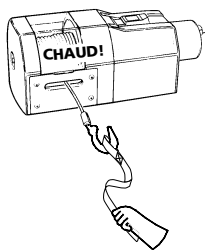

Figure 6
6. NE FAITES JAMAIS FONCTIONNER LE TREUIL AVEC MOINS DE 5 TOURS DE CÂBLE MÉTALLIQUE SUR LE TAMBOUR, parce que l'attache d'extrémité du câble ne supportera pas la charge. SERVEZ-VOUS TOUJOURS DE LA SAUVEGARDE DES MAINS pour guider le crochet lors de l'enroulement des derniers mètres de câble (voir Figure 6).